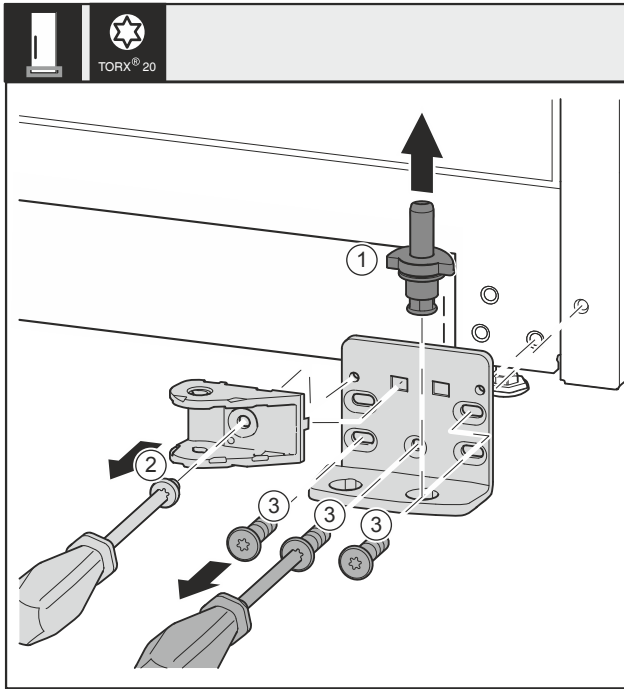

Fig. 36
- Nxirrni jashtë komplet bulonin e rrotullimit Fig. 36 (1) nga lart.
- Lironi vidën Fig. 36 (2) me një kaçavidë dhe hiqni lidhjen e amortizatorit të mbylljes.
- Lironi vidat Fig. 36 (3) me një kaçavidë dhe hiqni bazamentin mbështetës.